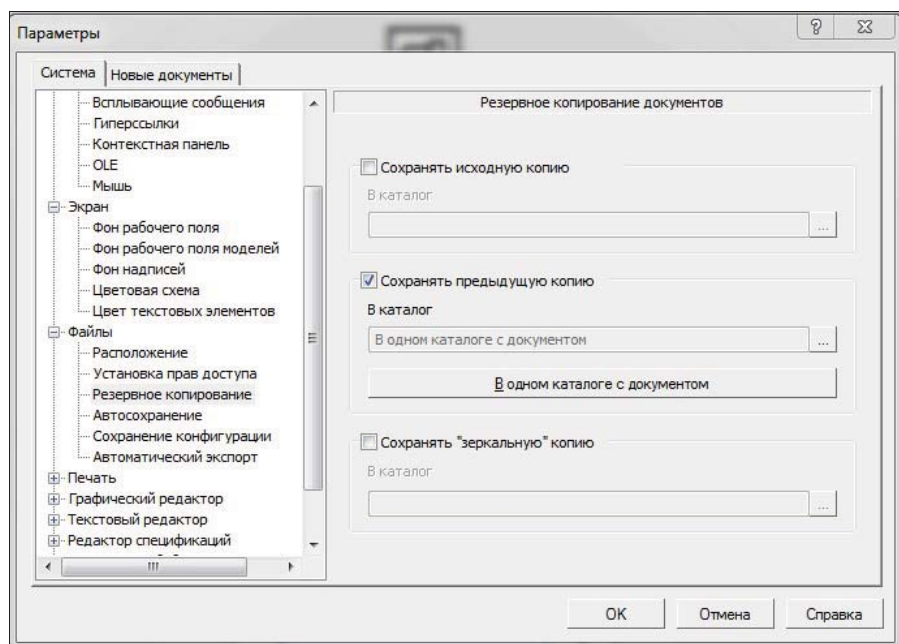

Рис. 4.7. Диалоговое окно Параметры с открытой панелью Резервное копирование документов
- ◆ щелкните ЛК по пункту **Резервное копирование**. В правой части окна откроется вкладка **Резервное копирование документов** (рис. 4.7). Резервное копирование обеспечивает максимальную сохранность документов, поэтому рекомендуется всегда использовать хотя бы одну из возможностей резервного сохранения файла. В данном случае на вкладке включена опция **Сохранять предыдущую копию** — система сохраняет предыдущую копию. Желательно снять "галочку" в окне **Сохранять предыдущую копию** и поставить "галочку" в окне **Сохранять исходную копию**.